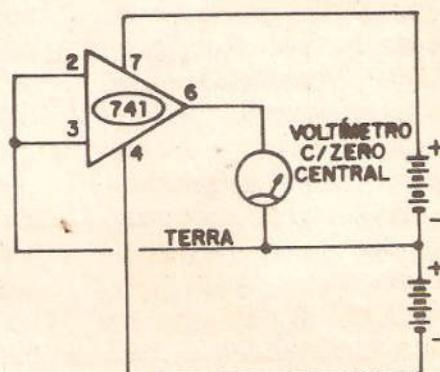

Fig.7
- FIG. 7 - O "ZERAMENTO" DA TENSÃO DE SAÍDA - Em tese, se as duas Entradas receberem idêntico nível de Tensão (e idêntica polaridade também...), a Saída deveria mostrar uma VS igual a "zero"... Entretanto, o altíssimo ganho, aliado a pequenos "descasamentos" internos, faz com que as Entradas "vejam" Tensões